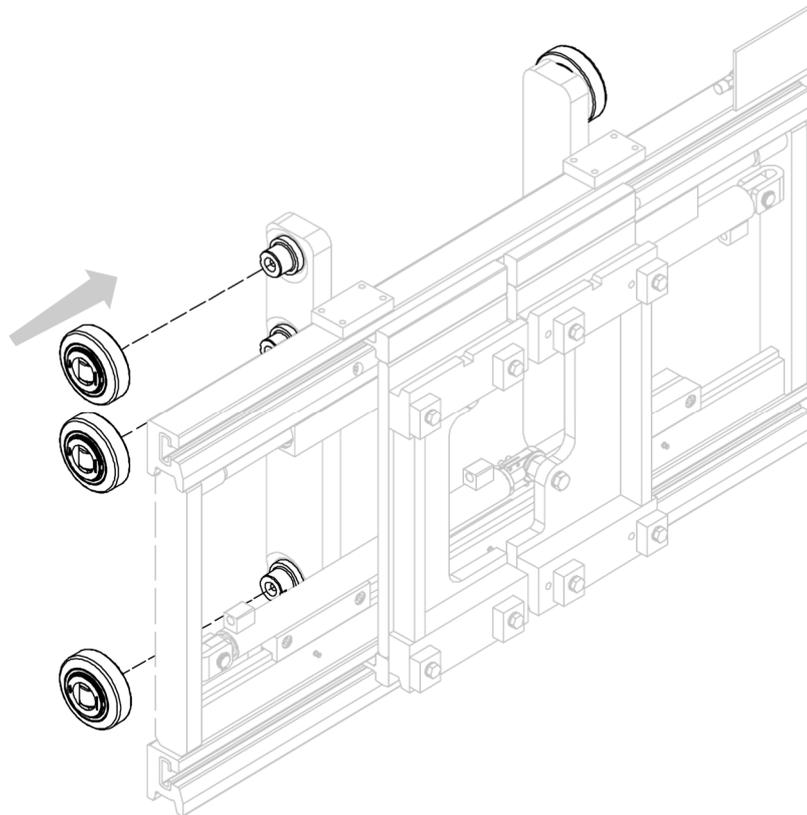

Figure 2
4. Coupler les rouleaux/roulements (pas toujours fournis) aux pivots réalisés sur les supports de l'équipement (voir *Figure 2*. Dans cette image, comme dans les suivantes, les roulements, les supports et les montants seront purement indicatifs, dans le seul but de montrer le montage correct de l'équipement, car ils pourraient varier en fonction de celui-ci).